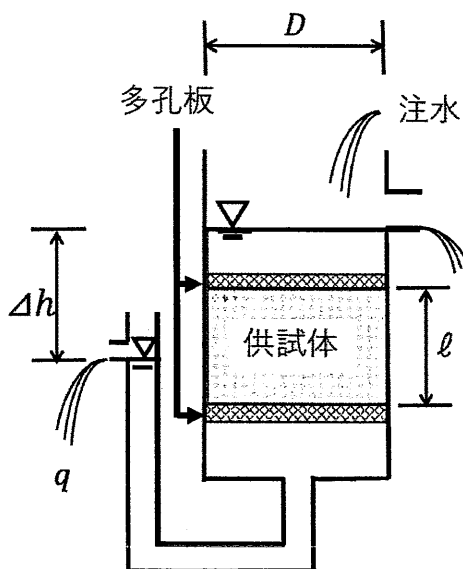

図4 定水位透水試験
(1) A層で試料をサンプリングして供試体を作成し、図4に示す定水位透水試験を実施した。供試体の寸法は、高さ $l=8\text{ cm}$ 、直径 $D=10\text{ cm}$ である。試験時の水位差を $\Delta h=10\text{ cm}$ で保ちながら、1分当たりの透水流量 q を測定したところ、 60 cm^3 であった。A層の透水係数 k_A (m/s)を求めよ。ただし、水の粘性係数に関する温度補正はしなくてよい。